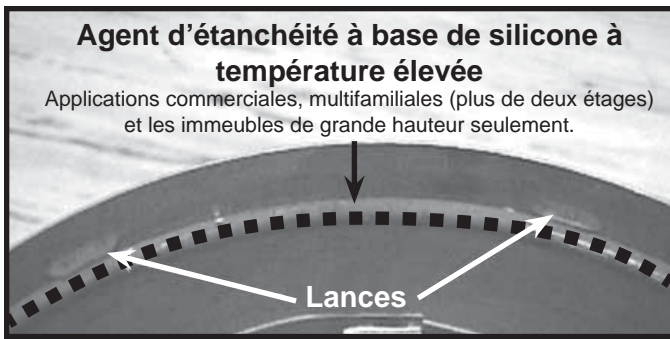

Figure 8.2 Lances
- Appliquer un cordon d'un agent d'étanchéité à base de silicone à l'intérieur du joint extérieur femelle avant de raccorder les sections. Consulter la figure 8.2.